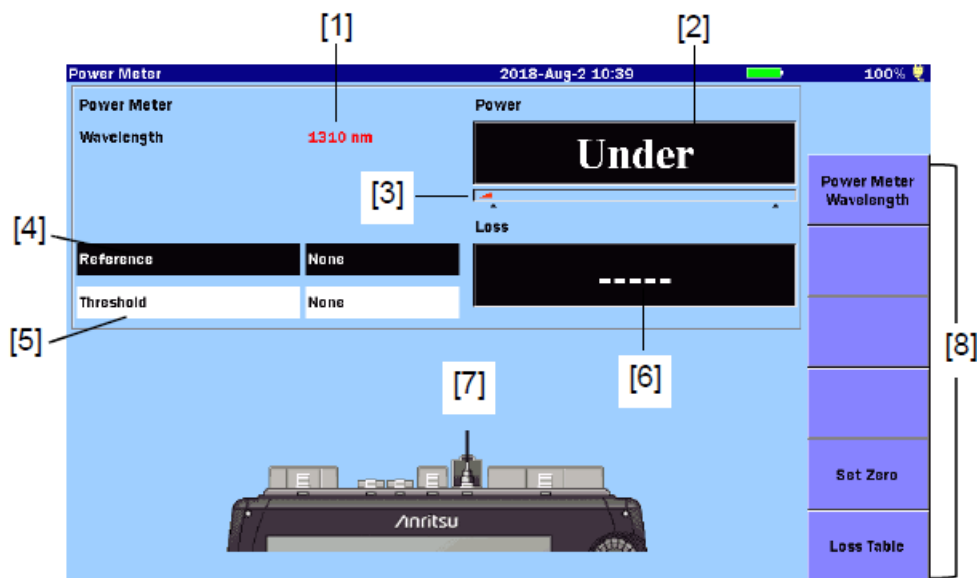

Рисунок 9.1.2-1 Экран измерителя мощности оптического
2. Дотроньтесь до **Set Zero** на экране измерителя мощности оптического (рисунок 9.1.2-1 “Экран измерителя мощности оптического”). Появится следующее диалоговое окно.
Отображается длина волны, частота модуляции, опорное значение и измеренное значение уровня мощности или потерь на экране измерителя мощности оптического (рисунок 9.1.2-1).
Если дотронуться до этой экранной клавиши, экран вернется обратно к экрану измерителя мощности оптического (рисунок 9.1.2-1 “Экран измерителя мощности оптического”).